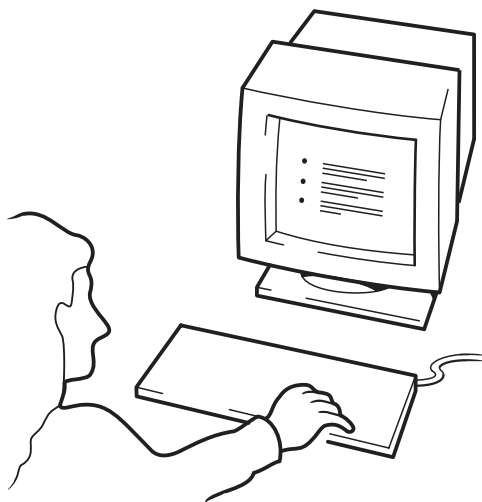

Figura 10c: utilizzo di HP OBDR, fase 3
- 3 Seguire le istruzioni visualizzate per configurare il sistema operativo (vedere la figura 10c). Le istruzioni variano in base al software utilizzato per il backup. Di solito è sufficiente accettare le risposte predefinite per tutte le richieste di impostazioni e limitarsi a premere <Invio>.